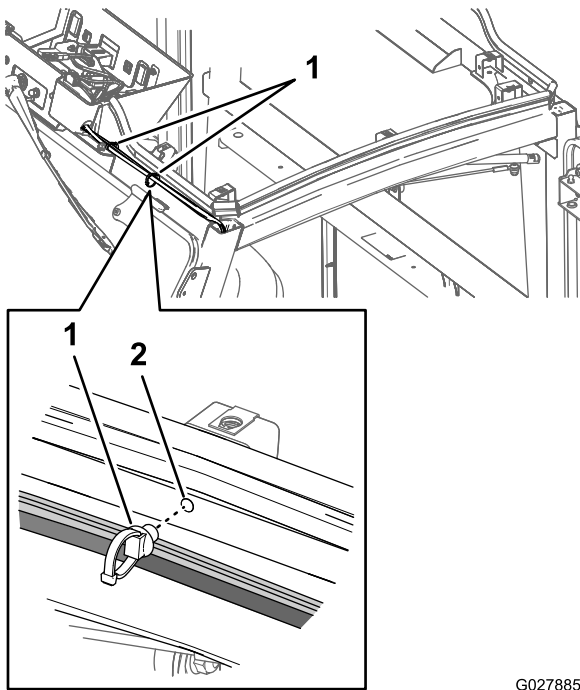

Figura 48
2. Instale 2 fijaciones a presión en los sitios donde retiró los clips del arnés en el paso 1 (Figura 47 y Figura 48).
3. Sujete el arnés de la cabina, el arnés de la bomba del lavaparabrisas y la manguera con la parte de brida de las fijaciones a presión (Figura 48).